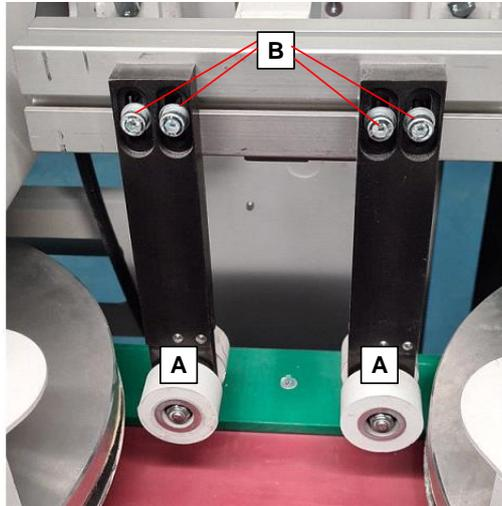

Abb. 4.4.10.1
Stellen Sie die Position der oberen Umlenkrollen in Bezug auf die Arbeitsebene (unterer Motorriemen) der Maschine entsprechend der Dicke des zu bearbeitenden Profils ein. Lösen Sie zum Einstellen jeder Rolle (A) die beiden Feststellschrauben (B) und positionieren Sie sie manuell über die Schlitze. Ziehen Sie die Schrauben (B) nach der Einstellung wieder an. Siehe Abb. 4.4.10.1.